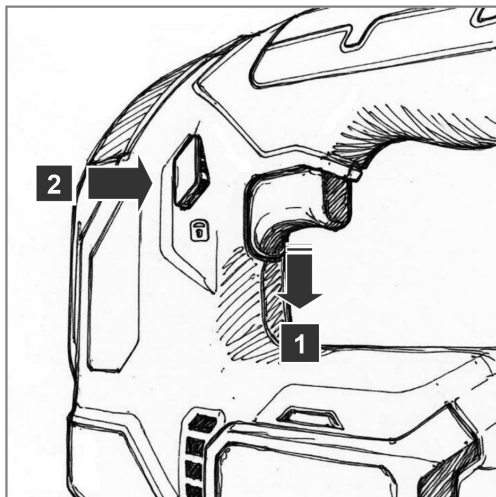

Рис. 10
- Переведите кнопку разблокировки выключателя в положение «» (рис. 10).